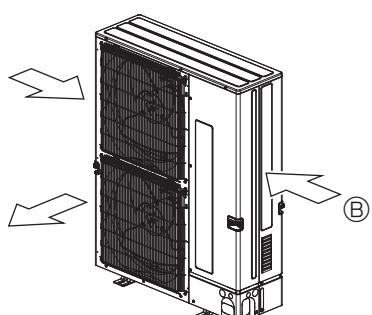

Fig. 2-6
- Ⓑ Εγκαταστήστε τη μονάδα με τρόπο ώστε ο αέρας που βγαίνει από το στόμιο εξαγωγής να φυσά κάθετα σε σχέση με την κατεύθυνση του ανέμου, εάν αυτό είναι δυνατό. (Fig. 2-6)